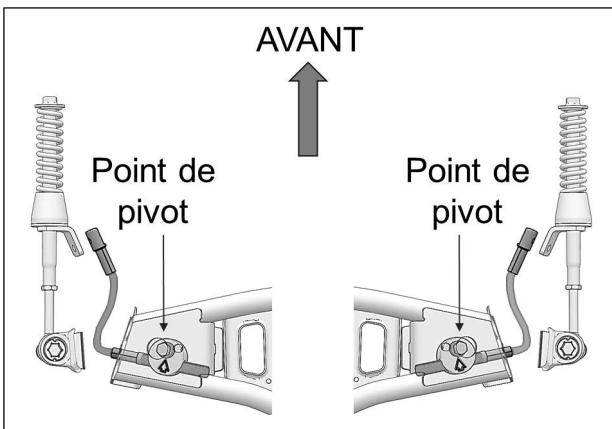

Fig. 26
16. À l'assemblage, assurez-vous que le point de pivot du disque en aluminium soit positionné en avant du câble du limiteur de conduite. Voir la Fig. 26